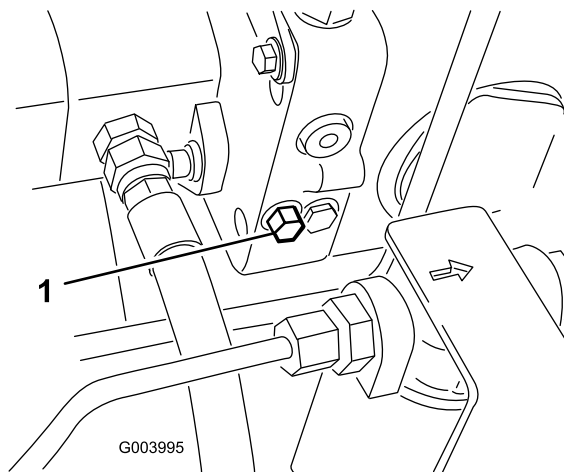

図 44
1. バイパスバルブはヒドロスタットの左側にある（図 44）。バイパスバルブを右または左1~1.5回転させると内部でバイパスが形成される。これにより、トランスミッションを破損することなく、機械を押して低速で移動できるようになる。